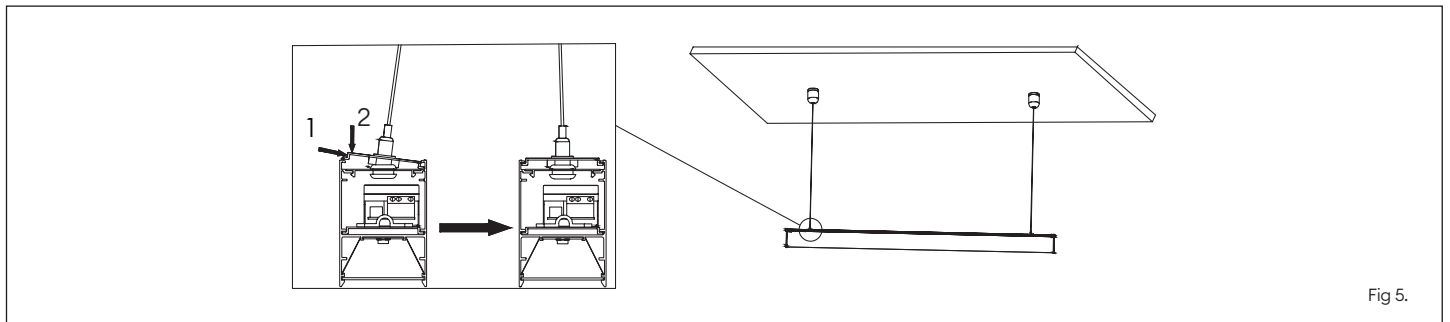

Fig 5.
4. Attach the suspension fixing bracket to the luminaire in 2 locations. (Fig 5)
4. Fixez l'étrier de fixation de la suspension au luminaire aux deux endroits (fig. 5).
4. Fissare la staffa di fissaggio della sospensione all'apparecchio in 2 punti. (Fig. 5)